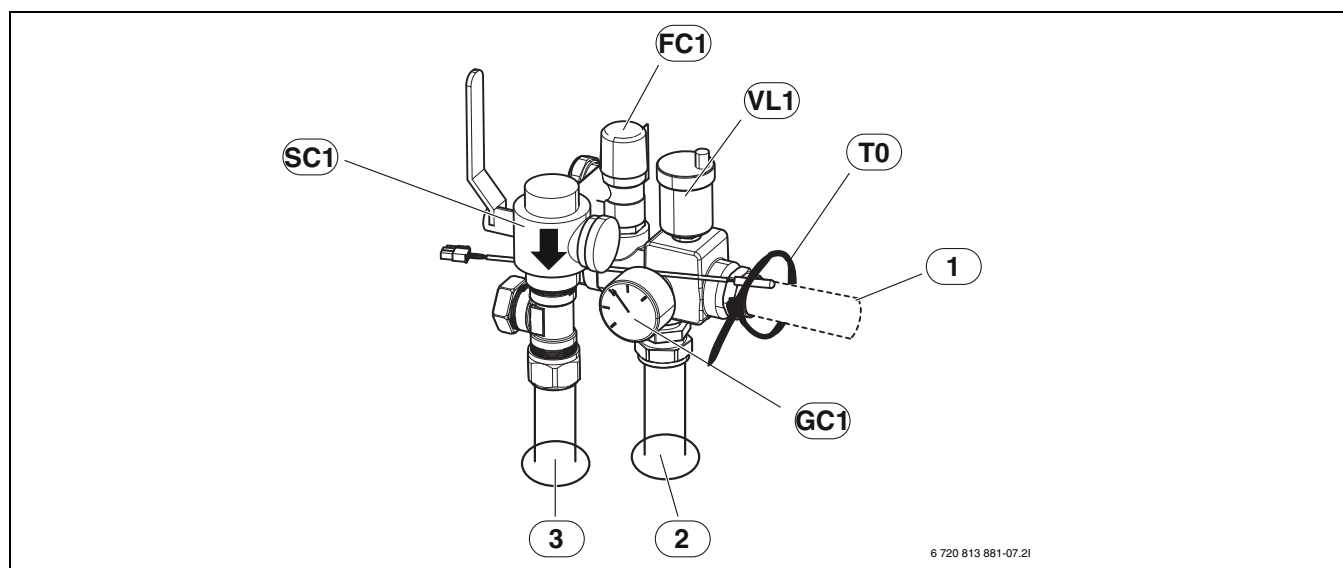

Рис. 9 Смонтированная группа безопасности, без байпаса
- ▶ Сначала смонтируйте фильтр ([SC1], рис. 9) на тройник.
- ▶ Смонтируйте датчик подающей линии ([T0], рис. 9) и закрепите кабельной стяжкой.